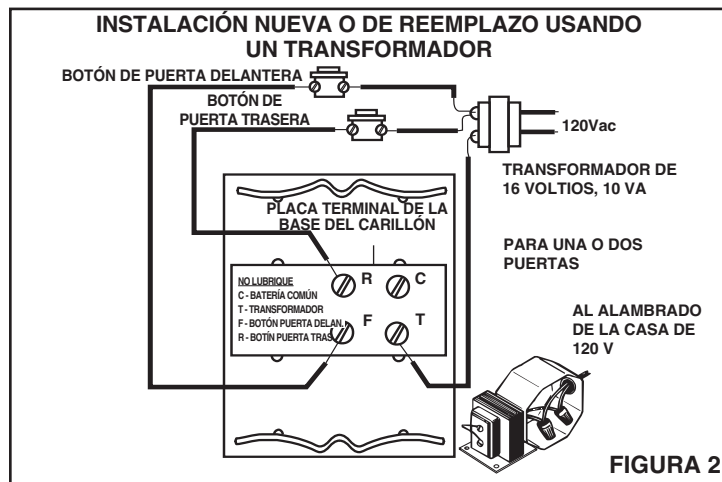

FIGURA 2
2. Pase los alambres según la Figura 2 para instalación con transformador.
Vea la Figura 2. Conecte un botón y alambres del transformador a los tornillos del terminal marcados Delantera, Transformador y Trasera.